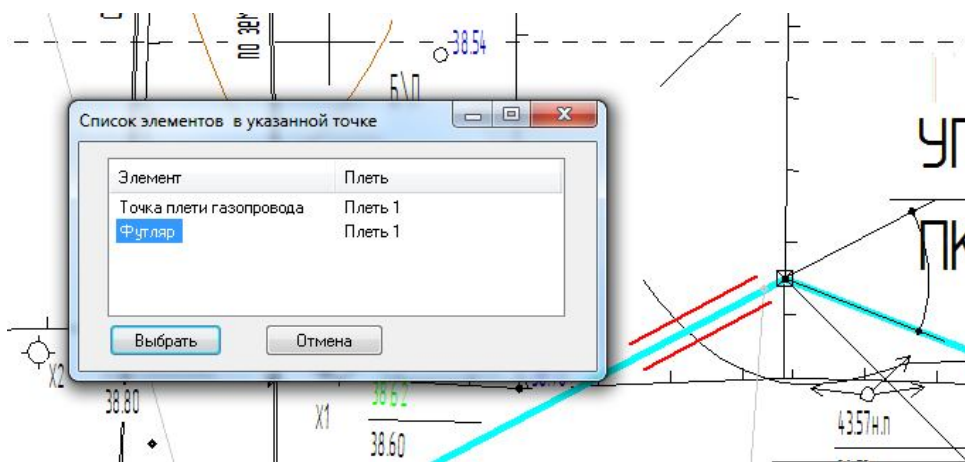

Рис.35
- 2) Если перед входом в данный режим группа выделения отсутствует, то программа выводит запрос: **“Укажите удаляемую точку или элемент трубопровода”**. Если в указанном месте находятся несколько объектов, на экран будет выведен их список (рис.35). Выход из режима удаления производится после нажатия кнопки **“Прервать команду”** инструментальной панели Компас.
- 2) Если перед входом в данный режим группа выделения отсутствует, то программа выводит запрос: **“Укажите точку или элемент трубопровода для просмотра и изменения параметров”**. Если в указанном месте находятся несколько объектов, на экран будет выведен их список (см. рис.35).